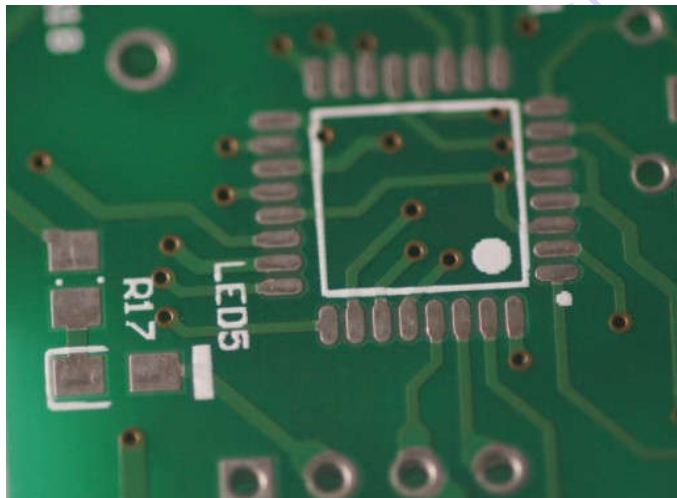

图 61
7) 下订单为喷锡、过孔盖油工艺，客户反应实物板上过孔未做盖油处理 (如图 61 所示)。